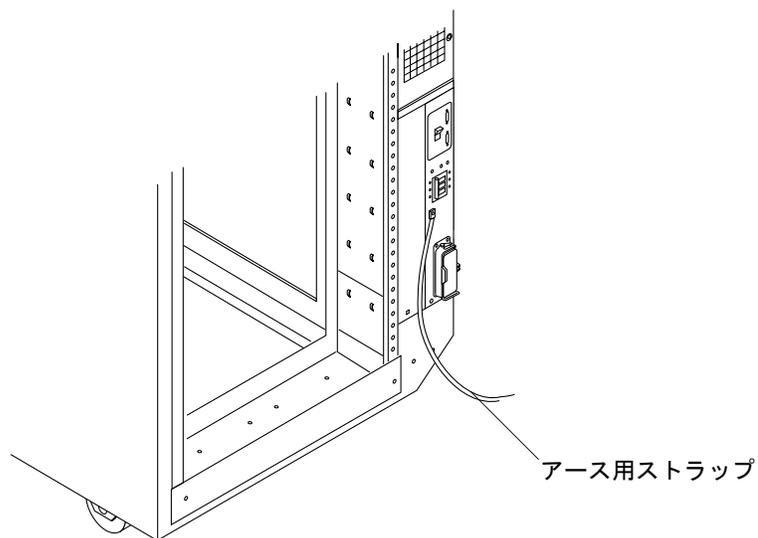

図 3-4 システムキャビネットの電源シーケンサへのアース用ストラップの接続
2. アース用ストラップの一方の端を、システムキャビネットまたは記憶装置システムにもっとも近いキャビネットの電源シーケンサにねじで留めます (図 3-4)。